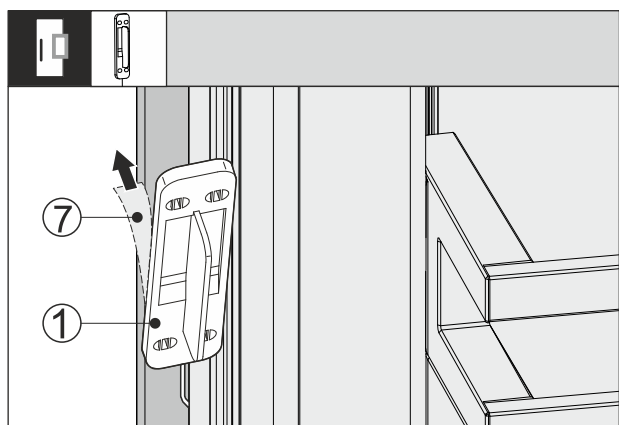

Fig. 65
- Húzza le a védőfóliát Fig. 65 (7) a koppintásérzékelő Fig. 65 (1) hátoldaláról.